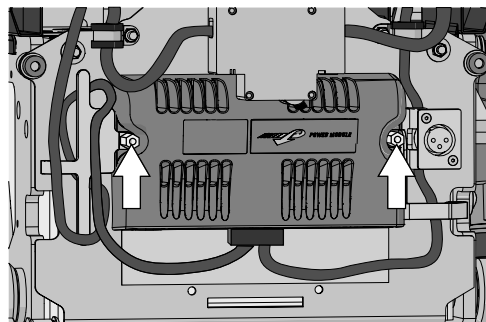

Abbildung 518. Das Leistungsmodul ist mit zwei Muttern angebracht.
1. Montieren Sie Leistungsmodul und Batteriekabelhalter mithilfe von zwei Muttern. Siehe Abb. 518.
2. Verbinden Sie die elektrischen Anschlüsse am R-Net-Regler. Wickeln Sie das Kabel gemäß Abb. 518.
4. Schalten Sie den Haupttrennschalter auf die Position EIN (ON). Siehe 4.3.5 *Hauptschalter*, Seite 175.